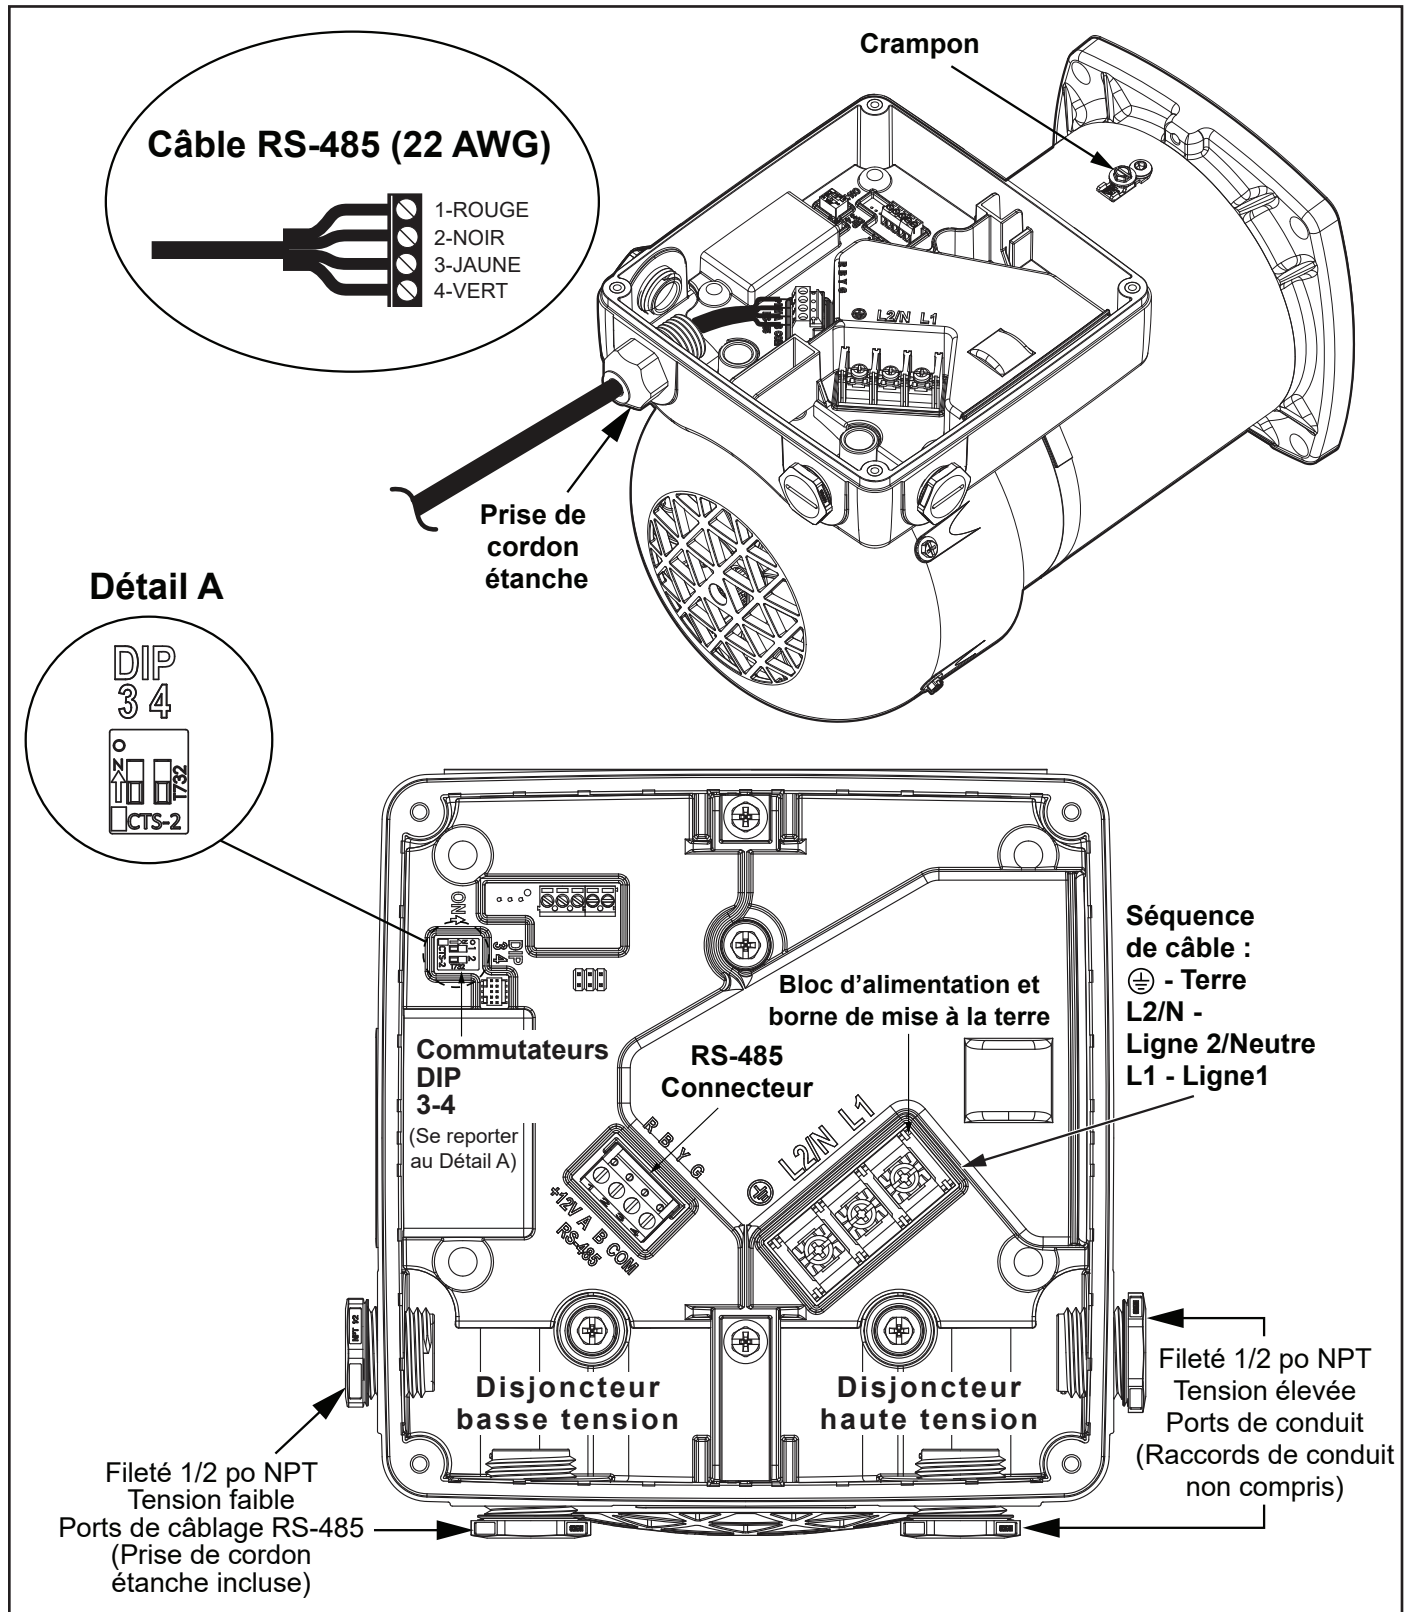

Figure 8. Schéma électrique (Alimentation principale de 115 V/230 V et connexion RS-485)
En plus d'être correctement mis à la terre tel que décrit dans la section *Câblage électrique* et conformément aux exigences du National Electrical Code (NEC), ou au Canada le Code Canadien de l'électricité (CCE), le moteur de la pompe doit être relié aux pièces métalliques de la piscine, du spa ou de la cuve thermique et à tous les composants et équipement électrique avec le système de circulation d'eau de la piscine ou du spa. La liaison doit être réalisée à l'aide d'un conducteur en cuivre massif, calibre AWG n° 8 ou plus gros. Au Canada, il faut utiliser du AWG n° 6 ou plus gros. Relier le moteur en utilisant la languette de liaison externe fournie sur le cadre du moteur. Se reporter à la Figure 8.
Les sections à basse tension sont pourvues de deux (2) ports de conduit 1/2 po NPT (filetés). Une prise cordon étanche est incluse (se reporter à la Figure 8).
REMARQUE L'alimentation électrique seule ne suffit pas pour faire fonctionner la pompe. Elle nécessite une commande numérique qui lui est envoyée par un contrôleur de vitesse variable (SpeedSet, JEP-R, iQPUMP01), ou un système d'automatisation (se reporter aux figures 8 et 9 pour les illustrations de schéma RS-485 d'un contrôleur local ou d'un système d'automatisation.).
S'assurer de débrancher le courant à la pompe et de retirer le capot d'accès sur le moteur. Connecter le câble RS-485 par la prise de cordon étanche fournie comme illustré sur la Figure 8. Relier le câble au connecteur RS-485 dans l'ordre suivant : Rouge(1), Noir(2), Jaune(3), Vert (4). Remettre le capot d'accès sur le moteur et remettre le courant.